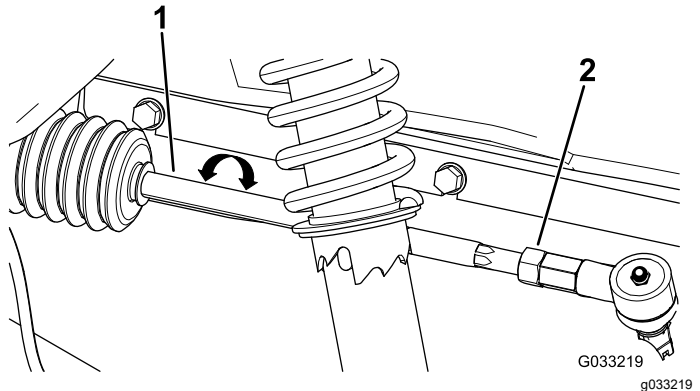

Figura 58
2. Si la distancia no es de 0 mm – 6 mm (0 – ¼"), afloje las contratuercas en el extremo exterior de las bielas (Figura 58).